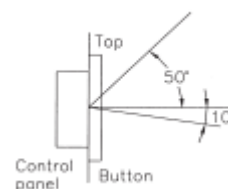

Figure 2
• L'écran LCD est conçu pour être clairement lisible quel que soit l'angle comme indiqué en figure 2. Montez l'unité en vérifiant que les angles se situent dans cet éventail.